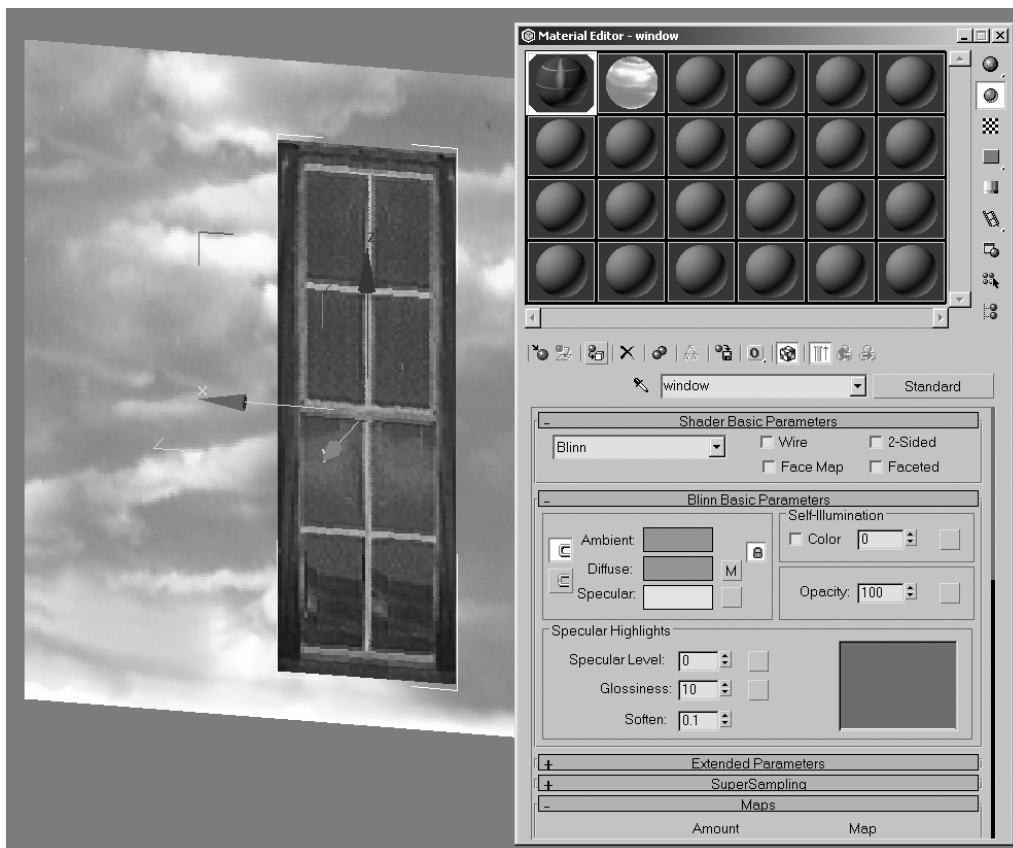

Рисунок 18.26. Назначьте основной материал для окна
3. Назначьте этот материал для фиолетового прямоугольника, называемого окном, как показано на рис. 18.26.